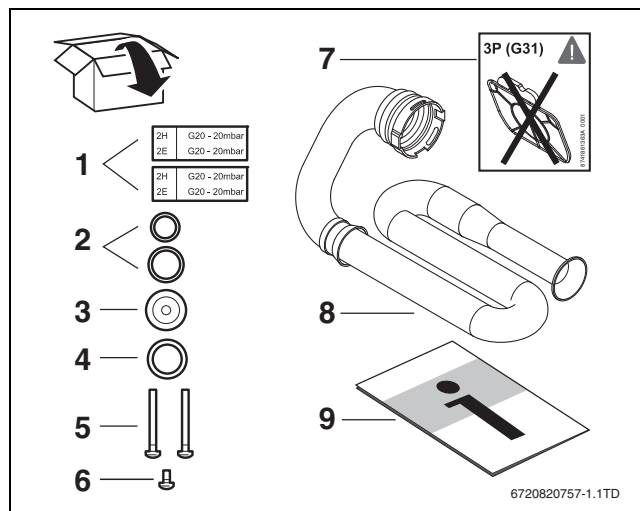

Fig. 1
- S'applique pour GB162-15/BK 16 W-14 : remplacer le tube d'aspiration d'air par un nouveau tube (3P-15 kW) portant l'autocollant (→ fig. 1, [8]).